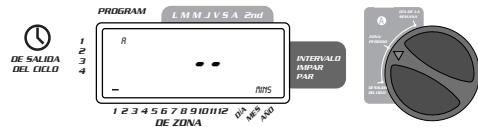

FIGURA 6: Duración de la estación para el programa A
- Haga girar el dial a la posición **DURACIÓN DE ESTACIÓN** ya sea en el programa A o en el B. La pantalla mostrará el programa que usted haya seleccionado con una "A" o una "B" y los - - MINS y el cursor intermitente en la estación "1" [Vea la figura 6].